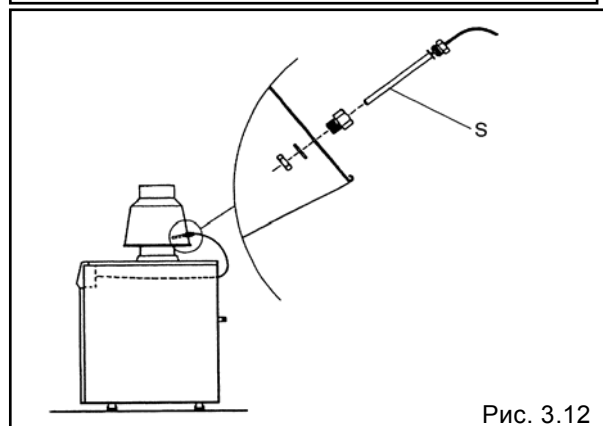

Рис. 3.12
- установите зонд S термостатического датчика тяги (расположенного на задней стороне котла) в предназначенное для него гнездо на антирефулере и закрепите его гайкой (рис. 3.12).